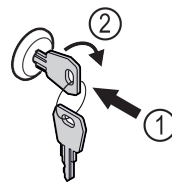

Fig. 204
- Schlüssel hineindrücken. Fig. 204 (1)
- Schlüssel um 90° im Uhrzeigersinn drehen. Fig. 204 (2)